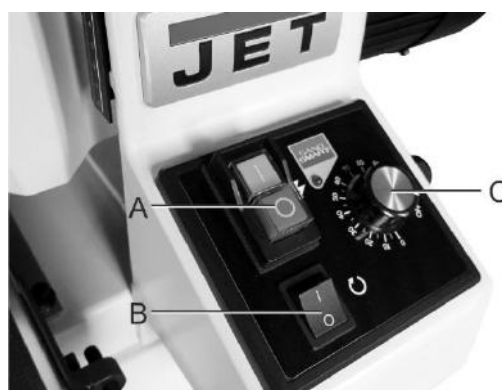

Abb. 9-1: Bedientafel
2. Den Hauptnetzschalter (A, Abb. 9-1) durch festes Drücken einschalten.
3. Den Kippschalter (B, Abb. 9-1) umlegen, um den Trommelmotor zu starten.
4. Den Geschwindigkeitsregelknopf (C, Abb. 9-1) der Fördereinheit zum Starten sowie zum Erhöhen der Geschwindigkeit im Uhrzeigersinn drehen.